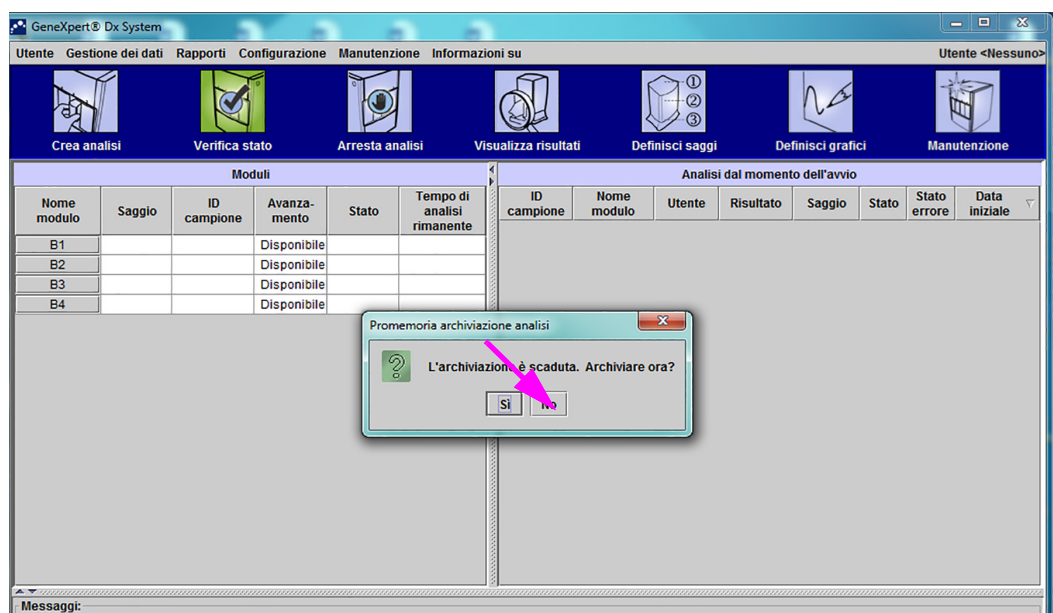
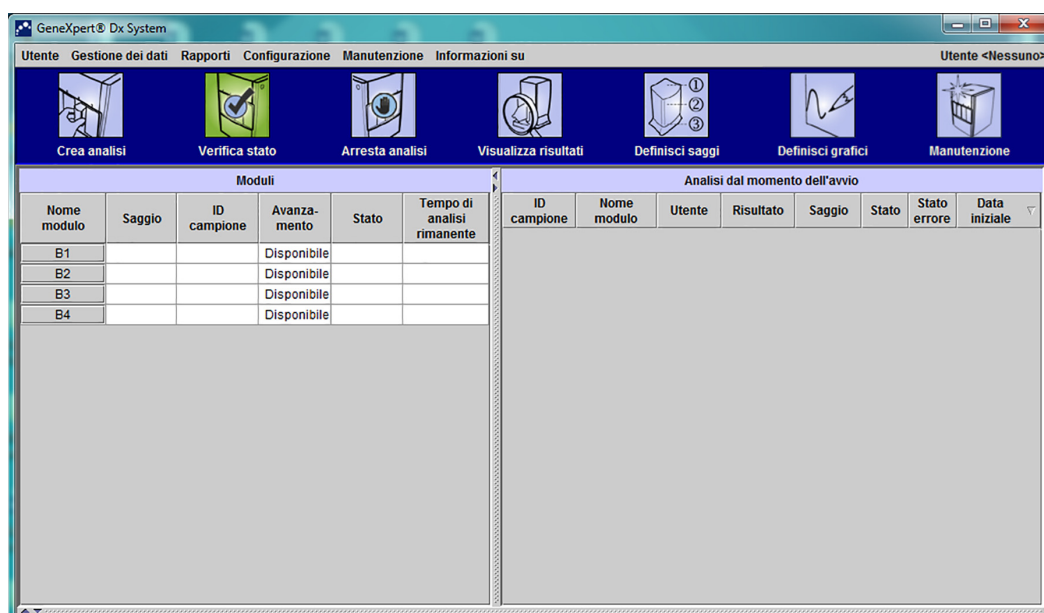

Figura 2-54. Finestra GeneXpert Dx System con sovrapposizione della finestra di dialogo Promemoria archiviazione analisi
Figura 2-55. Finestra GeneXpert Dx System
3. Nella finestra di dialogo Test Archive Reminder (Promemoria archiviazione analisi), fare clic su **NO** per continuare (vedere la Figura 2-54). Viene visualizzata la schermata GeneXpert Dx System (vedere la Figura 2-55).
Prima di iniziare a usare il software del GeneXpert Dx System, è necessario definire l'amministratore del GeneXpert Dx System e gli altri utenti del sistema. Tutte le funzioni dell'amministratore sono accessibili dal menu Configurazione nella finestra GeneXpert Dx System. Vedere la Figura 2-55.